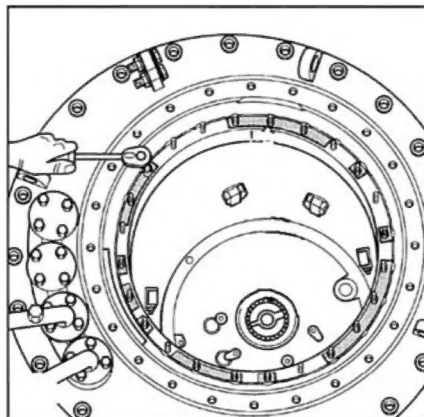

图 18
(6) 拆下头部法兰内红色油漆标志区域内的固定螺母(17-M8 螺母, 13 号扳手), 从支撑法兰上吊起开关头(图 18)。注意不要损伤 O 形密封圈。将开关头部法兰放置在平整铺有干净油纸的地面上待用。